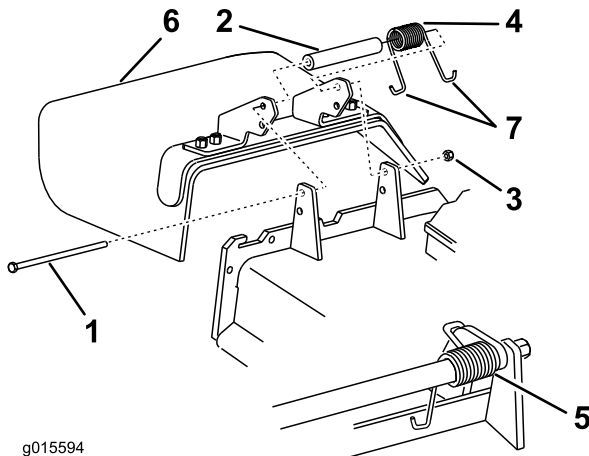

Bild 90
1. Entfernen Sie die Sicherungsmutter, Schraube, Feder und das Distanzstück, mit denen das Ablenkblech an den Drehhalterungen befestigt ist (Bild 90).
Hinweis: Achten Sie darauf, dass 1 J-förmiges Federende hinter der Mähwerkkannte installiert wird, bevor Sie die Schraube wie in Bild 90 gezeigt einsetzen.
6. Führen Sie das J-förmige Hakenende der Feder um das Ablenkblech (Bild 90).